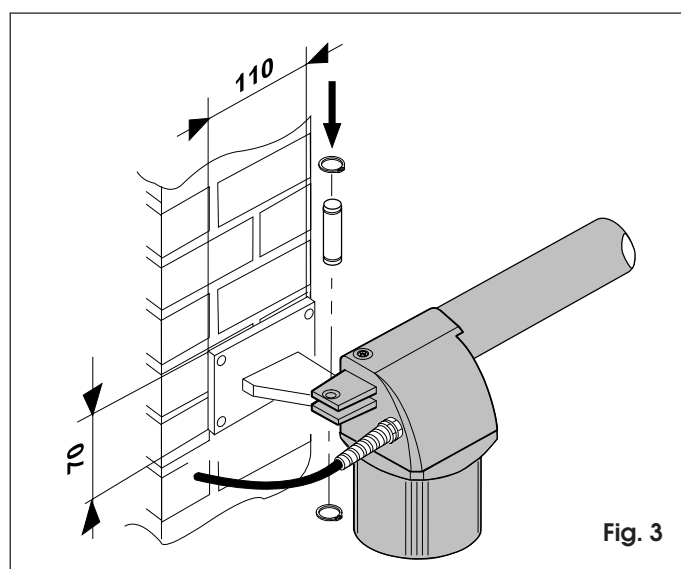

Fig. 3
Si la columna está hecha de mampostería, empotrar primero una placa (fig. 3) y luego soldar en ésta el soporte.
- 2) Fijar el actuador al soporte posterior mediante los tornillos que se entregan de serie (fig. 3).